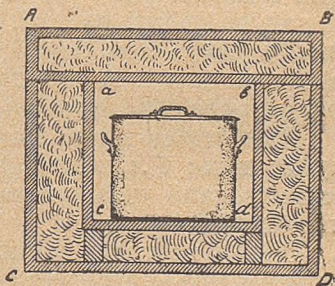

Рис. 199.
19. Медбы сёансэ дыржык видны пымён, эта понда керёны „термоссэ“ кыкпöвса стенкаазы ачиккёйс. Стенкааз коласö тэчöма нöйтöм бумага нето стружказ. Мыля термос пыткын сёансы дыр öз сайкав (рис. 199)?